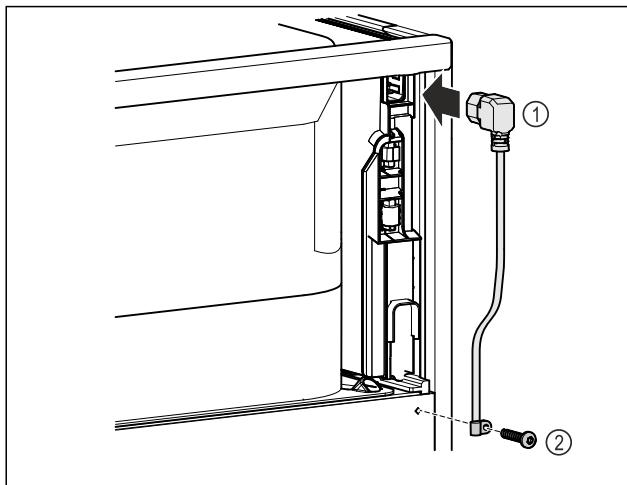

Fig. 11
- Вставте роз'єм «холодного підключення» кабелю підключення до мережі Fig. 11 (1) на задній стороні пристрію.
- Встановіть механізм для розвантаження кабелю від натягу. Fig. 11 (2)